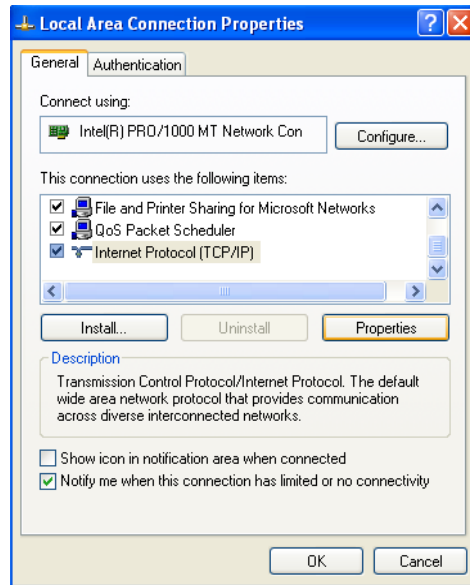

ABB. 15
4. Das Fenster "Eigenschaften von LAN-Verbindung" öffnet sich. Aus den aufgelisteten Optionen "Internet-Protokoll" auswählen. "Eigenschaften" anklicken. Es erscheint das Fenster "Internet-Protokoll-Eigenschaften". Siehe ABB. 15.